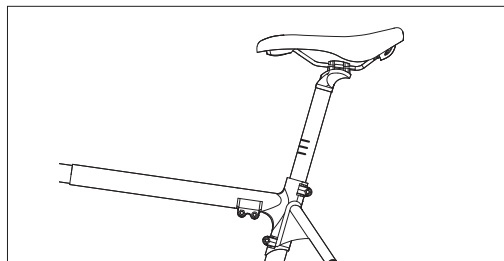

Figura 3-2
- Ajuste a altura do selim para a sua altura correcta. Não ultrapasse o limite máximo de altura do selim, como mostrado na **Figura 3-2**. De seguida, aperte os parafusos **F** e **J**.